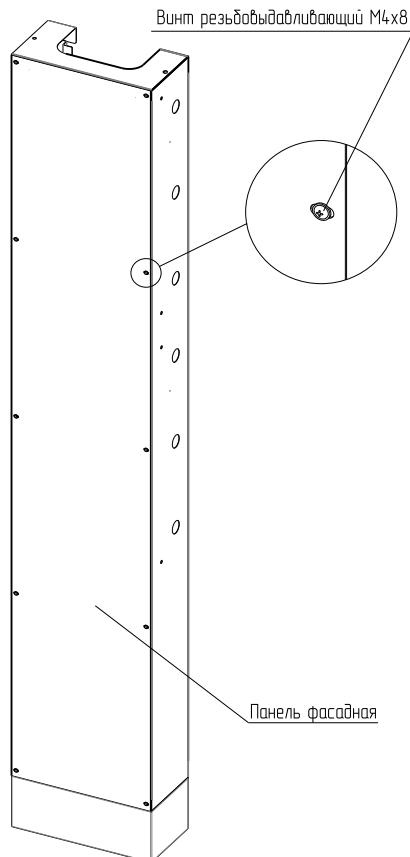

Рисунок 1
2.1 Извлеките короб КЭТ LIGHT (далее короб КЭТ) из упаковки и, вывернув десять винтов резьбовыдавливающих M4×8, снимите фасадную панель (рисунок 1). Винты сохраните.